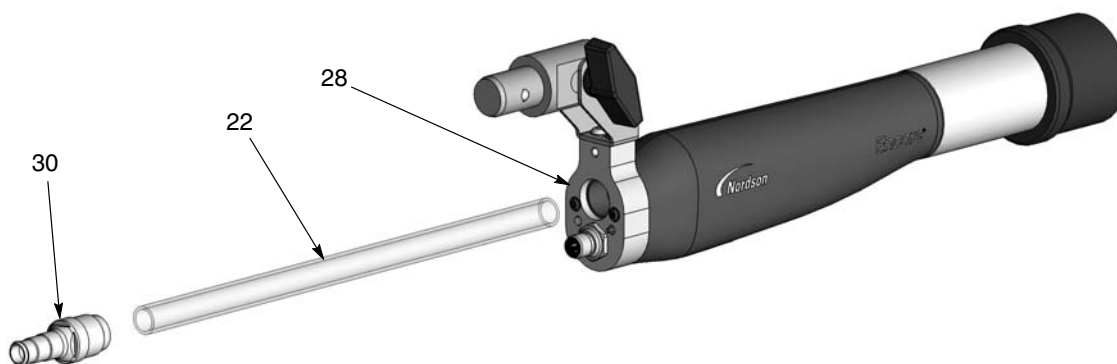

Figura 13 Sustitución del tubo de polvo
19. Ver la figura 13. Instalar el tubo nuevo de polvo (22) en el adaptador (30) girando el tubo para pasarlo por la junta tórica interna hasta que esté completamente en su sitio.